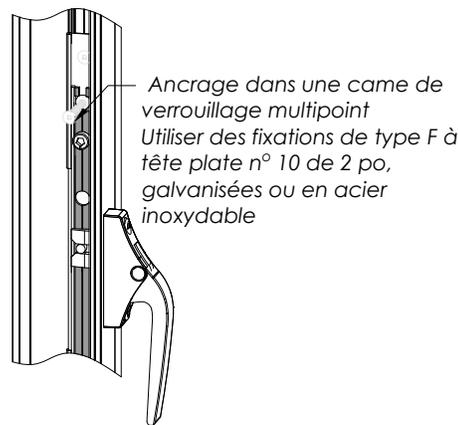

FIG. 4
- Si la FENÊTRE INTÉGRÉE est dotée d'une came de verrouillage multipoint, des fixations de type F à tête plate n° 10 de 2 po doivent être utilisées à cet endroit. **Voir FIG. 4.**